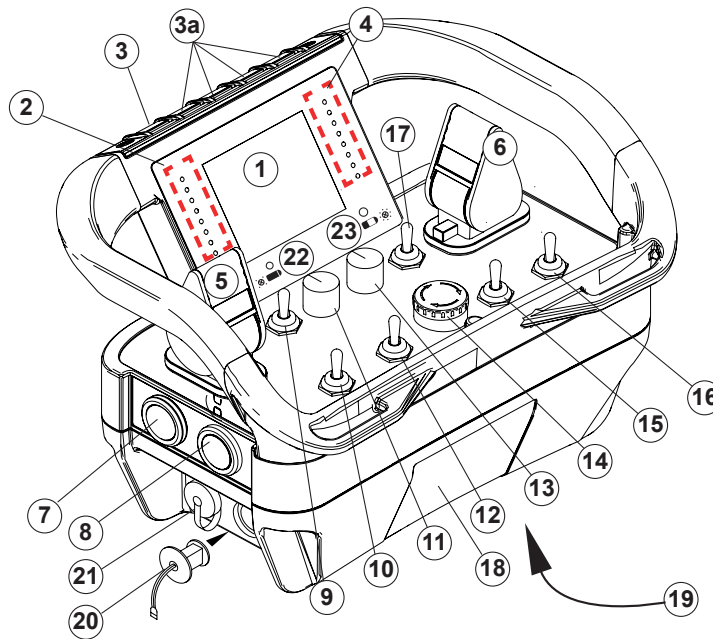

Abb. 10
6.5.1 Beschreibung der Bauteile der Fernsteuerung (Abb. 10)
6.5.3 Lichtsignale der Fernbedienung (22 & 23 Abb. 10)